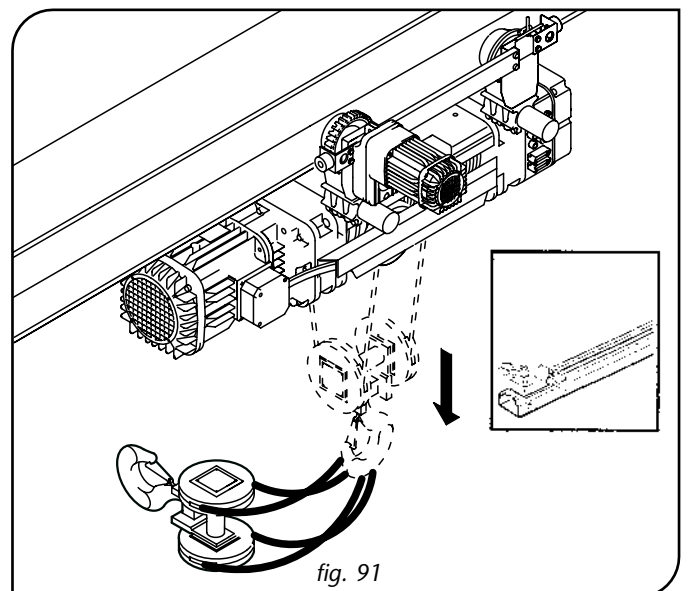

fig. 91
- AJUSTER le fin de course en fonction de la course de crochet possible. L'ajustement est également nécessaire pour empêcher que le crochet ne repose au sol, ceci provoquant une déflexion des câbles de levage (fig. 91).